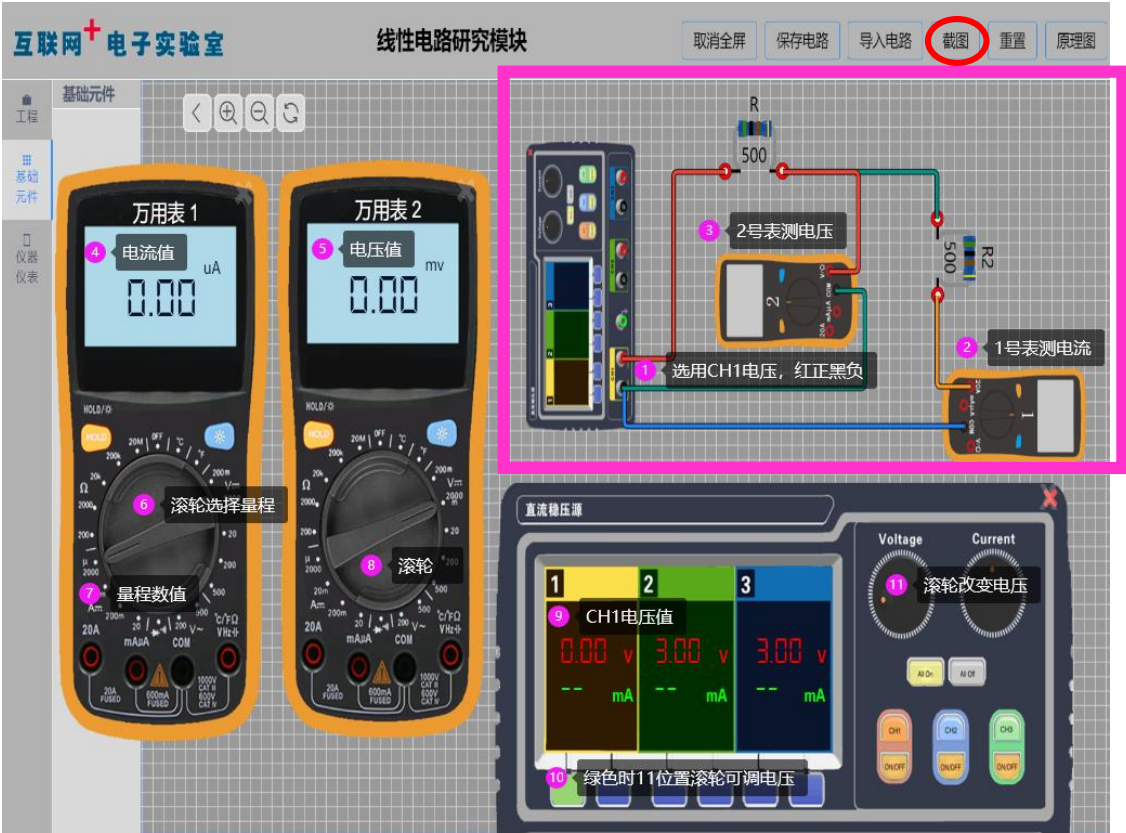

图 6-6 简易操作指南
(10) 导线尽量不要交叉，不要有太多不必要的转弯，不相连的导线不要重叠，同色导线距离不要过近。
(11) 直流稳压源、万用表的操作方法可以参考图 6-6。如果观看视频方便，强烈建议观看操作视频。